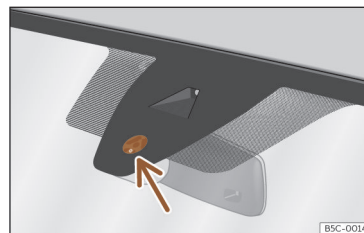

Fig. 105 Surface sensible du détecteur de pluie.
Les possibles causes d'anomalies et d'interprétations erronées *dans la zone de la surface sensible* >>> **fig. 105** du détecteur de pluie peuvent être :
• **Saletés** : la poussière sèche, la cire, le revêtement des glaces (effet lotus) ou les restes de détergent (station de lavage) peuvent réduire l'efficacité du détecteur de pluie, ralentir son temps de réaction ou annuler son fonctionnement. Nettoyez régulièrement la surface sensible du détecteur de pluie >>> **fig. 105** (flèche) et vérifiez l'état des balais.